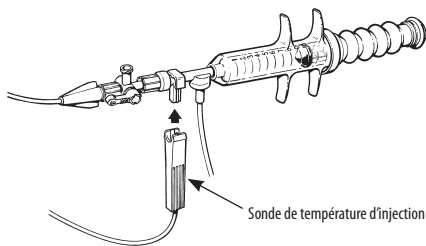

Figure 7. Raccordement de la sonde de température
2. Insérer la sonde de température de solution d'injection dans la valve unidirectionnelle/le clapet anti-retour jusqu'à ce qu'elle s'enclenche (voir page 8, Fig. 7). Fixer le système de manière à minimiser les mouvements par rapport au patient.